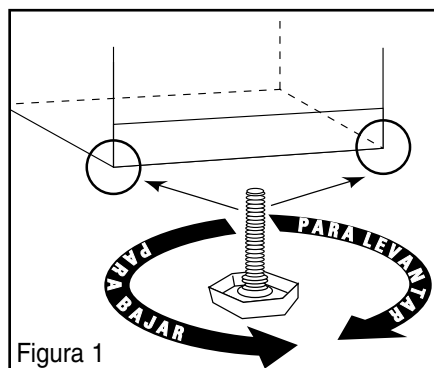

Figura 1
- Todos los modelos de refrigerador tienen tornillos niveladores en la base del gabinete debajo de cada esquina delantera. Los niveladores pueden ser ajustados girándolos hacia adentro o hacia afuera según sea requerido. Si el piso no está nivelado y es necesario elevar la parte trasera del refrigerador, use un pedazo de madera contrachapada u otro material similar. Para bloquear el gabinete en su lugar, gire hacia abajo ambos tornillos niveladores. (Ver figura 1.)